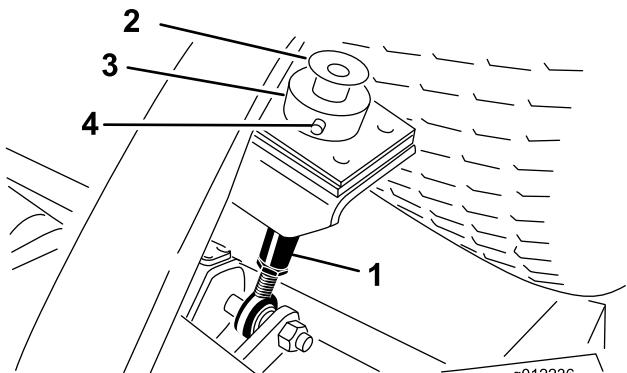

図 25
2. 各刈高ロッドの上部についているボルトとワッシャを外す（図 25）。
3. カッティングユニット後部で、刈高ロッドに刈高カラーを固定しているヘアピンとクレビス・ピンを外す（図 25）。刈高カラーを外す。